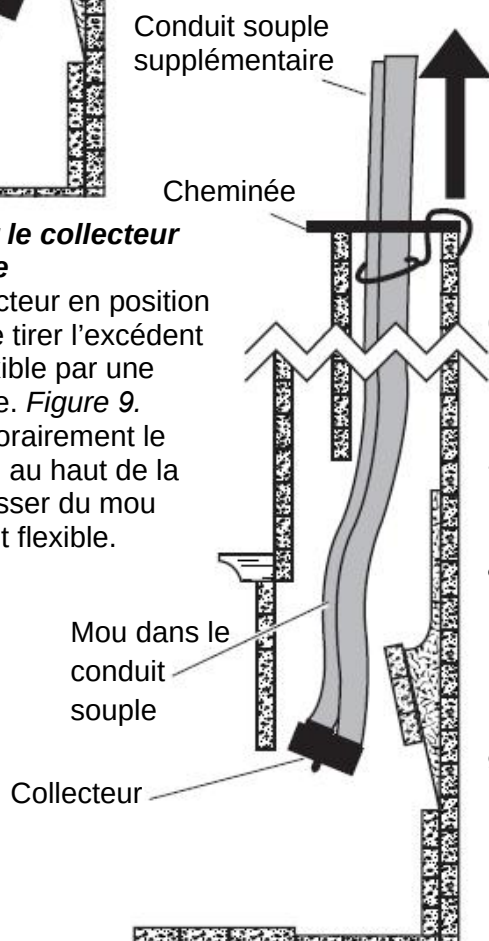

Figure 9 – Tirer l'excédent de conduit
5. Placer le collecteur en position verticale. Faire tirer l'excédent de conduit flexible par une autre personne. Figure 9. Attacher temporairement le conduit souple au haut de la cheminée. Laisser du mou dans le conduit flexible.